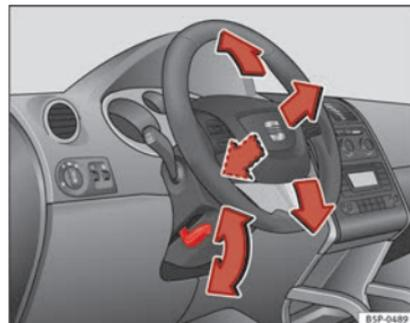

Fig. 3 Ajuste de la posición del volante.
- Tire hacia abajo de la palanca » fig. 3 situada debajo de la columna de dirección » △.